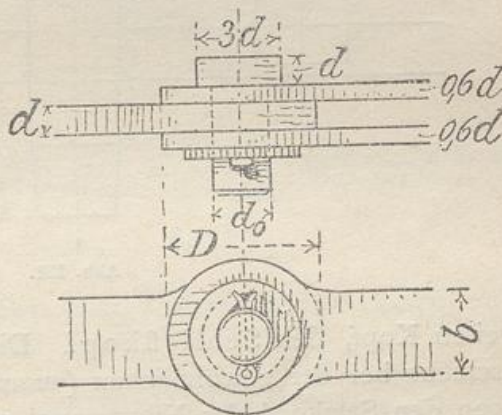

Abb. 129.
**2. Scharnierbolzen** dienen zur Befestigung von Eisenteilen, die gegeneinander beweglich bleiben sollen. Es sind runde, glatt abgedrehte Eisenstäbe, die an einem Ende mit einem festen Kopf, dem Bolzenkopf (oder mit Schraubengewinden und einer Mutter) versehen sind. Das andere Ende ist nach der Art der Verbindung verschieden ausgebildet; oft ist ein Loch darin und durch dieses ein Splint gesteckt (Abb. 129). Die einzelnen verbundenen Teile können sich hierbei um den Scharnierbolzen drehen. Nach der Stärke des Bolzendurchmessers ( $d$ ) werden die anderen Abmessungen bestimmt.